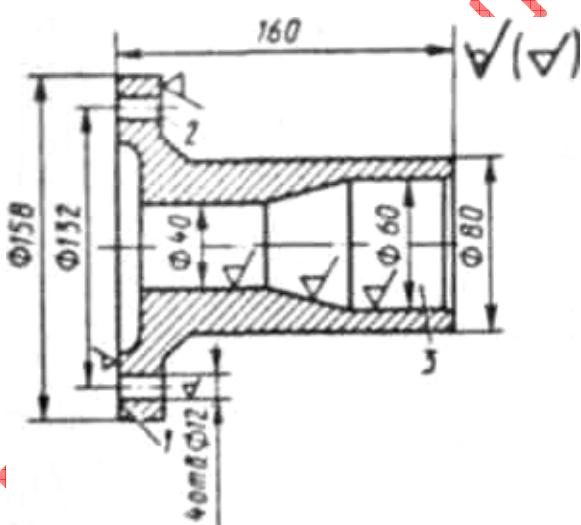

Рис. 15
2. По эскизу детали (рис. 15) разработайте эскизы элементов литейной формы, модельных плит, стержневого ящика и собранной литейной формы (в разрезе). Опишите последовательность изготовления формы одним из методов машинной формовки. Материал детали - чугун СЧ20.